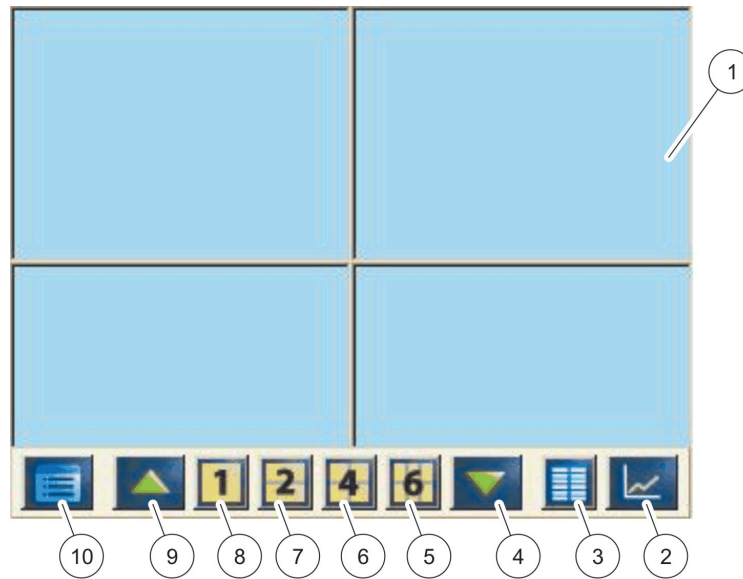

Figura 39 El valor medido se visualiza con la barra de herramientas
- **Barra de herramientas emergente:** la barra de herramientas emergente brinda acceso al controlador SC1000 y a las configuraciones de la sonda y por lo general no se ve. Para ver la barra de herramientas, toque la parte inferior izquierda de la pantalla. La barra de herramientas contiene los botones descritos en Figura 39.
2. En la barra de herramientas emergente presione **1, 2 o 4**. Para visualizar más de 4 valores al mismo tiempo, presione el botón **LIST (LISTA)** (Figura 39).
- Para abrir la visualización gráfica pulse el botón **GRAPH (GRÁFICO)** que se encuentra en la barra de herramientas emergente (Figura 39). La barra de herramientas